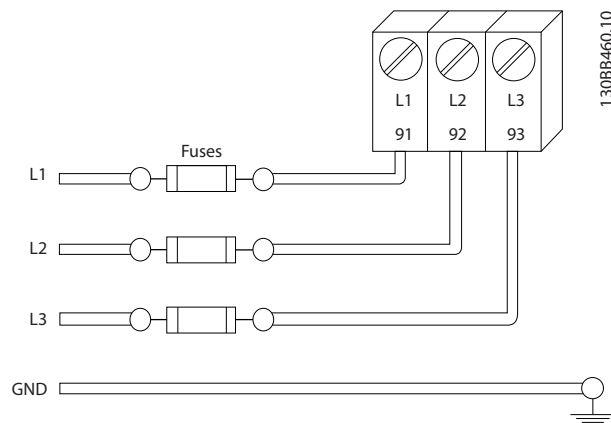

Bild 2.7 Frekvensomformarsäkringar
- Alla frekvensomformare måste ha kortslutningsskydd och överspänningsskydd. Ingångssäkring krävs för att ge skydd, se Bild 2.7. Om de inte fabriksmonteras måste säkringar levereras av installatören som en del av installationen. Maximala säkringsklassificeringar finns i 10.3 Säkringstabeller.